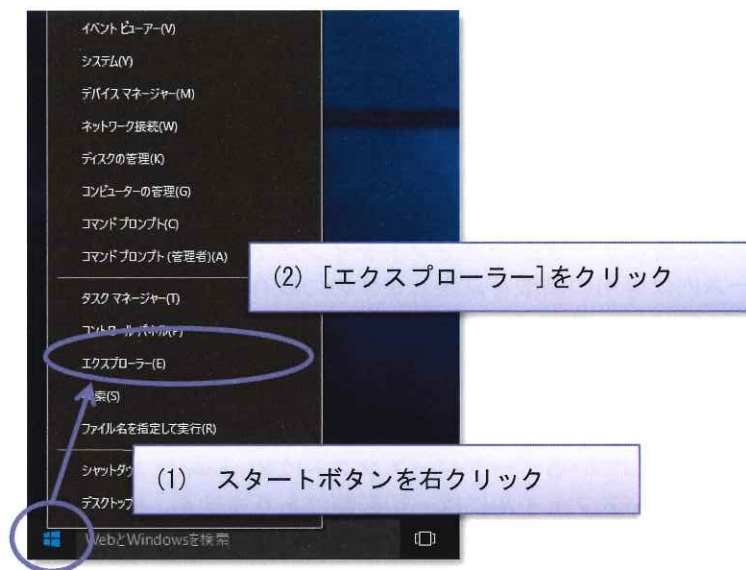

図 2.1 エクスプローラーを開く
- (1) 付属の CD-ROM をパソコンの CD-ROM ドライブに挿入します。
- (2) スタートボタンを右クリックして表示されたメニューから [エクスプローラー] をクリックするか、スタートメニューより [Windows システムツール > エクスプローラー] と選択してエクスプローラーを開きます。(図 2.1)